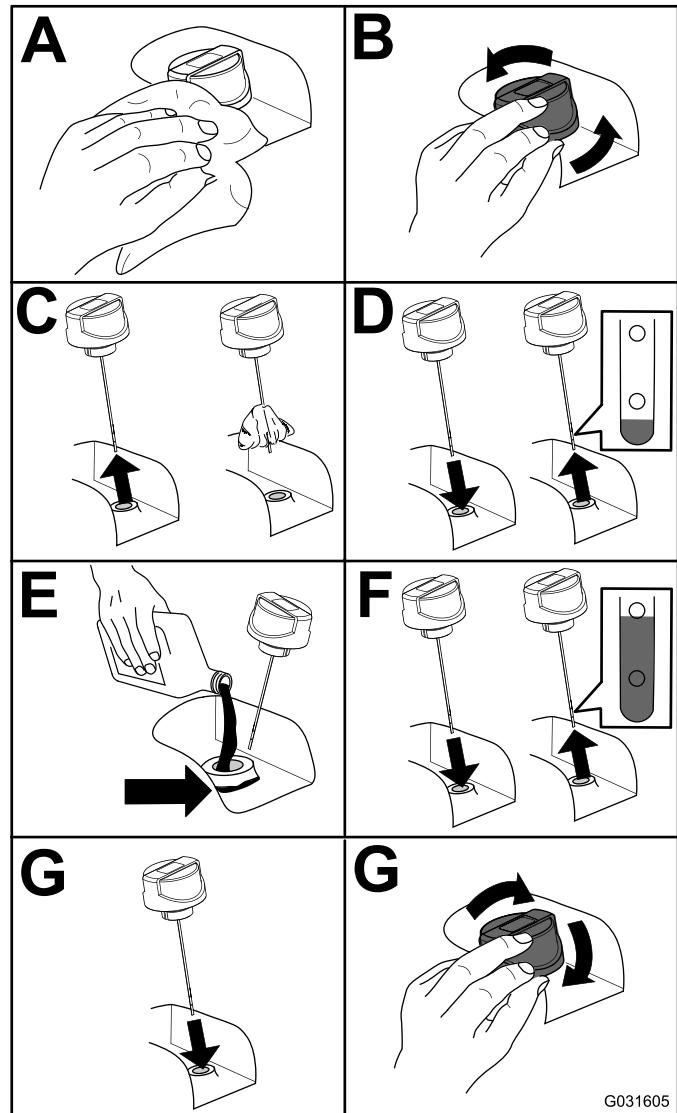

Figura 76
2. Compruebe el nivel de fluido hidráulico (Figura 76).